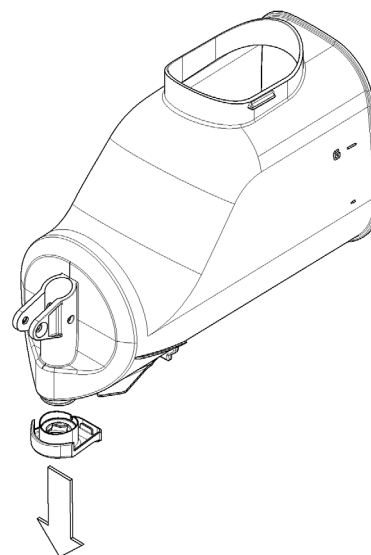

figura 12
**7** Rimuovere dal contenitore il restrittore di flusso (vedere figura 12).